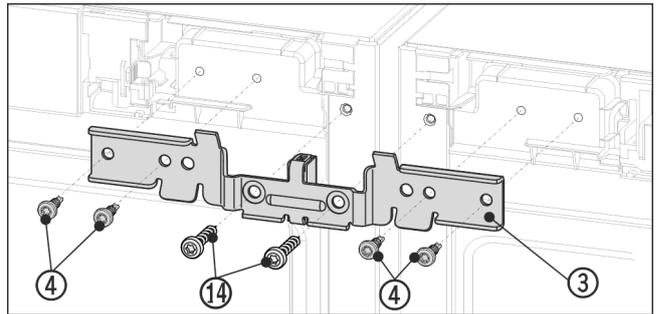

Fig. 13 Rappresentazione esemplificativa
- ▶ Far scorrere la squadretta Fig. 13 (3) con il distanziale fra le apparecchiature e sui perni. Avvitare la squadretta con quattro viti Fig. 13 (4) e le viti di messa a terra precedentemente svitate Fig. 13 (14) alternativamente a destra e a sinistra senza serrarle.